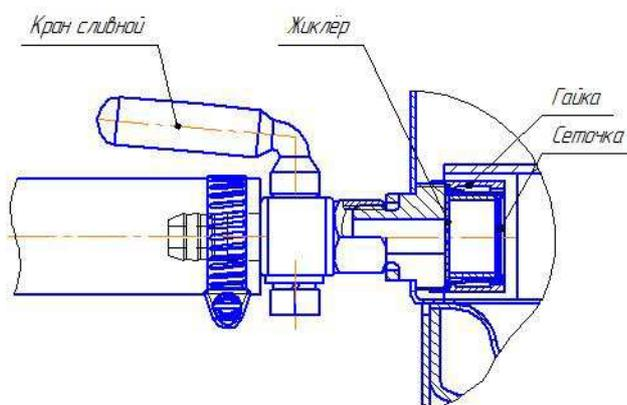

Рисунок 5 — Кран сливной
3.22. В случае затруднения сброса воды, перед следующей стерилизацией необходимо промыть (продуть) жиклёр (рис. 5). Для этого: открутить гайку, извлечь сеточку, открыть кран, тщательно промыть отверстие жиклёра и сеточку проточной водой (продуть воздухом). После чистки и мойки, установить все в обратном порядке.